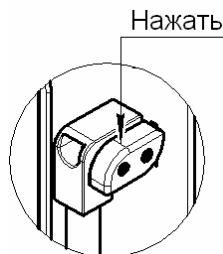

Рис.6
7.4 Когда, при достижении заданной температуры воздуха в камере сигнальные лампы (рис.4, поз.6, 7) погаснут, откройте дверку, нажав на кнопку (рис.6) и установите противни на нужный уровень (1-ый уровень – под камеры; 2, 3 и 4-ый уровни – на направляющие). Закройте дверку.